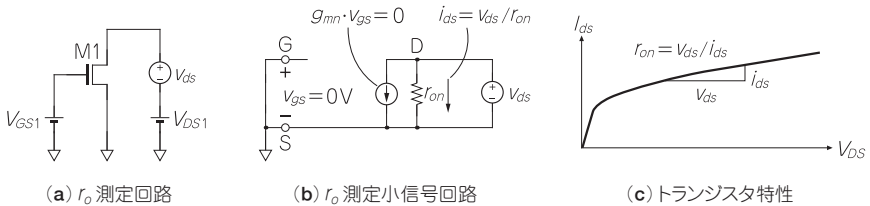

図3.3 NMOSトランジスタの出力抵抗 r_{on} の求め方
② 出力抵抗 r_{on} の求め方(図3.3)
これは I_{DS} 波形の飽和領域における接線の傾きの逆数です〔図3.3(c)〕。